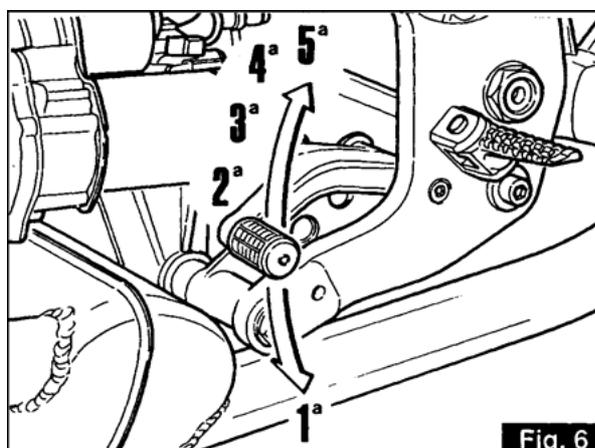

Fig. 6
3.10 LEVIER COMMANDE SÉLECTEUR DE VITESSE (fig. 6)